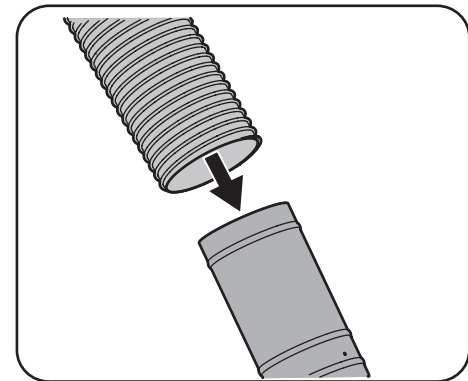

Figura 4-22
2. Deslice el tubo del canal sobre el codo del canal montado en la plataforma de corte, como se muestra en la Figura 4-22.